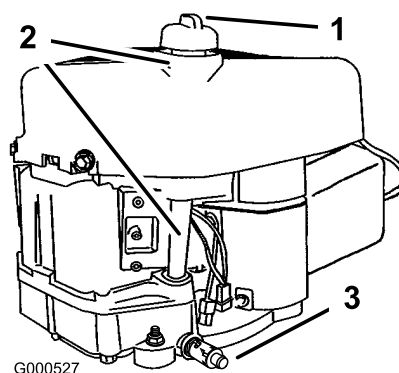

Figura 33
2. Pulite attorno all'asta di livello (Figura 33) in modo che la morchia non possa penetrare nel foro di rifornimento e danneggiare il motore.
10. Pulite la zona circostante l'asta di livello dell'olio e svitate il tappo (Figura 33).
11. Versate lentamente nel tubo di rifornimento (Figura 33) l'80% circa dell'olio indicato.